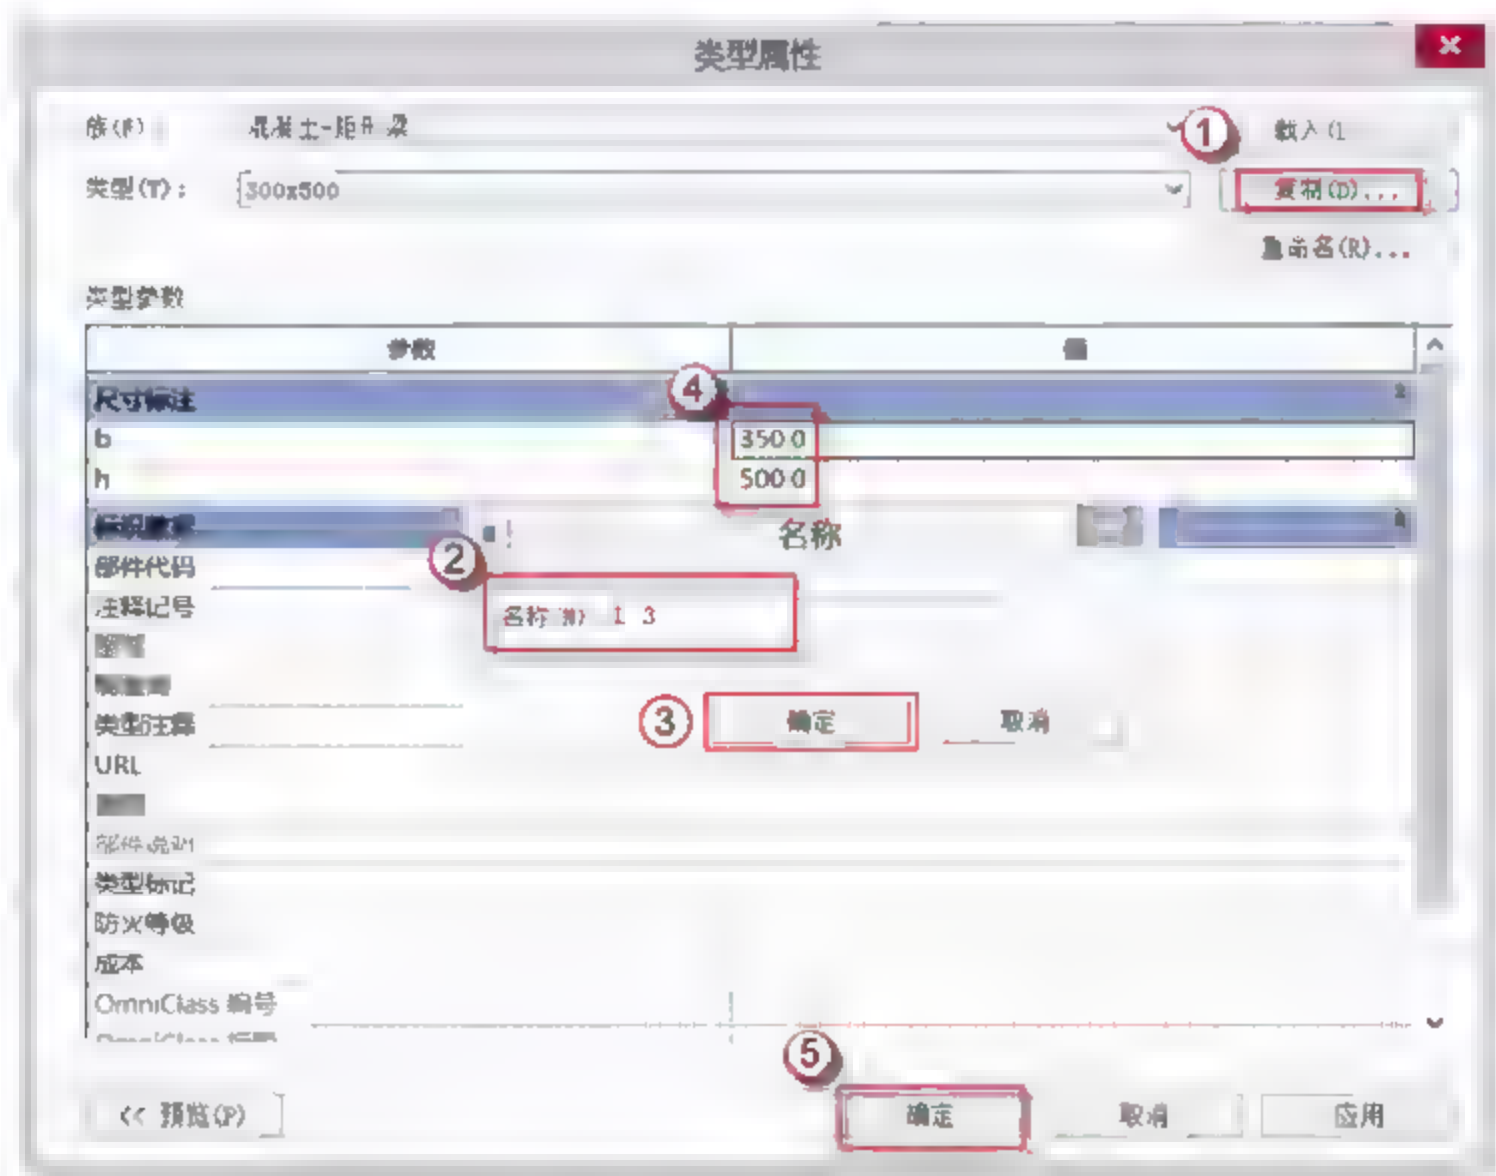

图 5.3.30 编辑 L-3
(5) 新建雨蓬梁 L-3。由 DWG 图可得，L-3 梁的长宽为 350×500。选择“结构”→“梁”→“编辑类型”命令，在弹出的“类型属性”对话框中，单击“复制”按钮，在弹出的对话框中输入“L-3”，单击“确定”按钮。在“尺寸标注”栏中输入 L-3 的长宽（b、h），单击“确定”按钮，如图 5.3.30 所示。